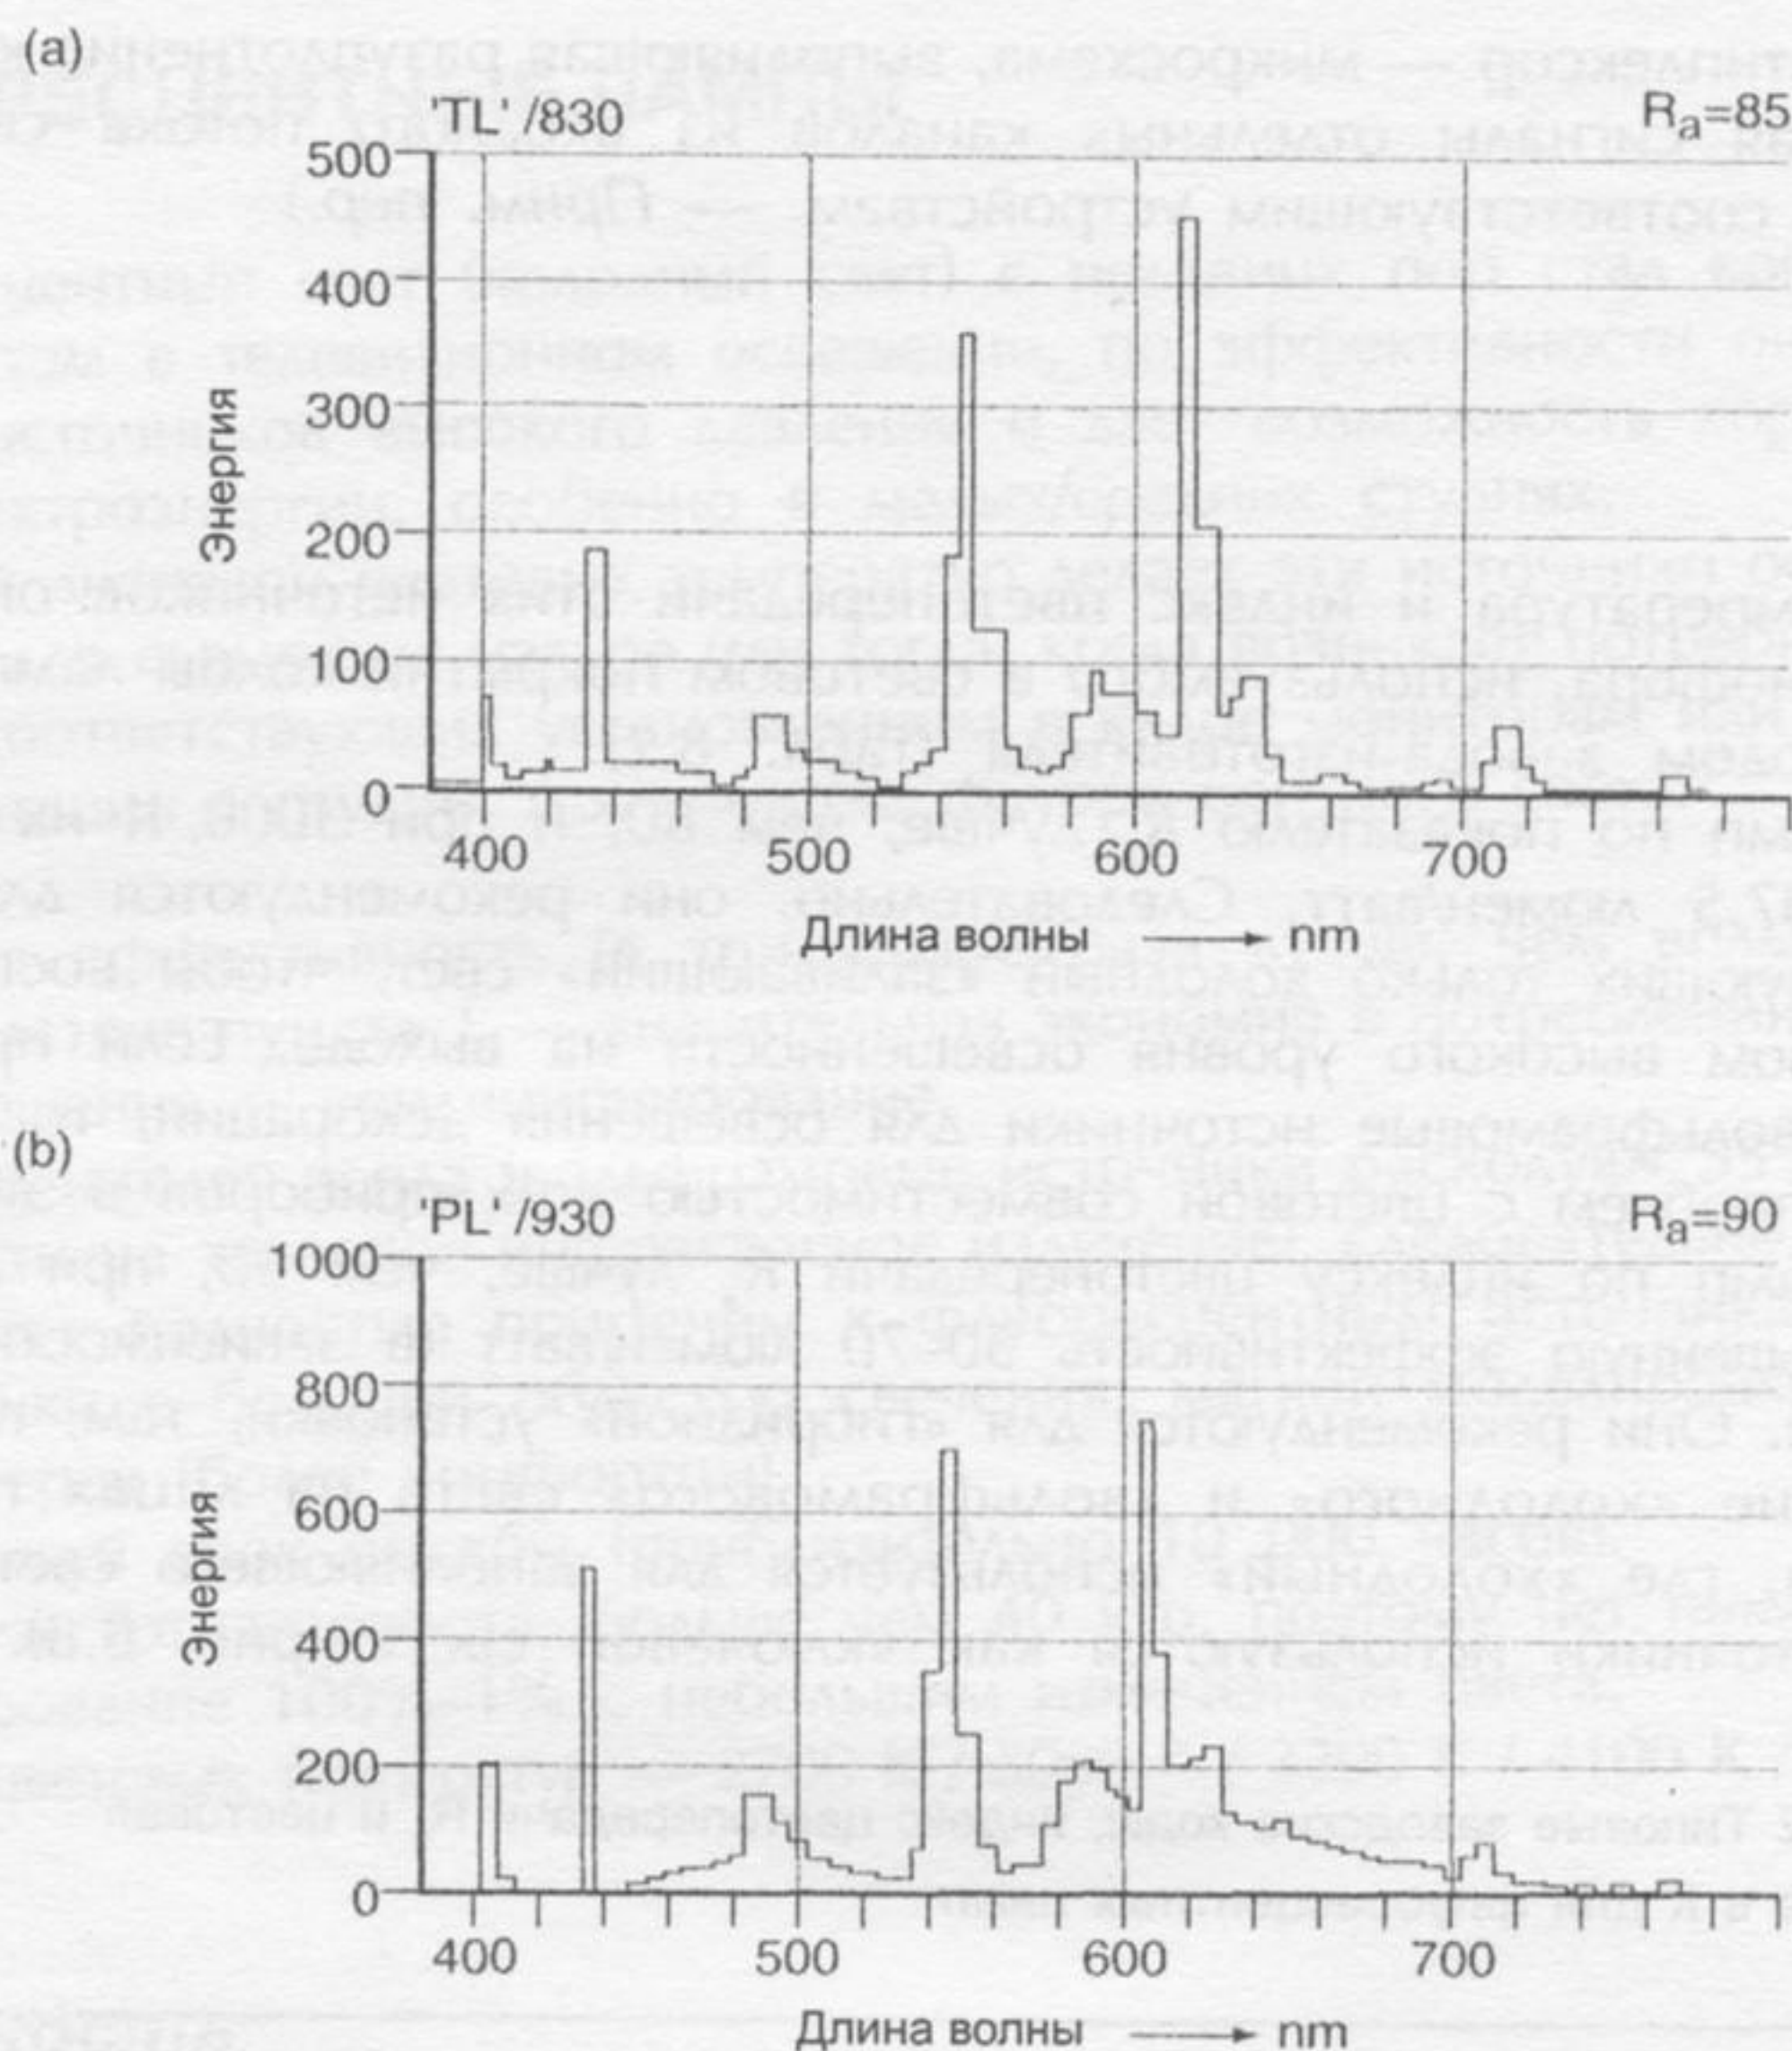

Рис. 8.8 Спектральное распределение энергии для ламп Colour 830 и Colour 930
- Цвет 930 ламп по индексу цветопередачи R_a лучше, чем 90, при 3000 К они имеют уменьшенную эффективность 50–70 люмен/ватт (в зависимости от завода-изготовителя). Они рекомендуются для «гибридной» установки, там, где происходит смешение «холодного» и «вольфрамового» света на лицах персонажей, то есть там, где «холодный» используется для заполняющего света, а вольфрамовые источники используются как «ключевой свет» (рис. 8.8).